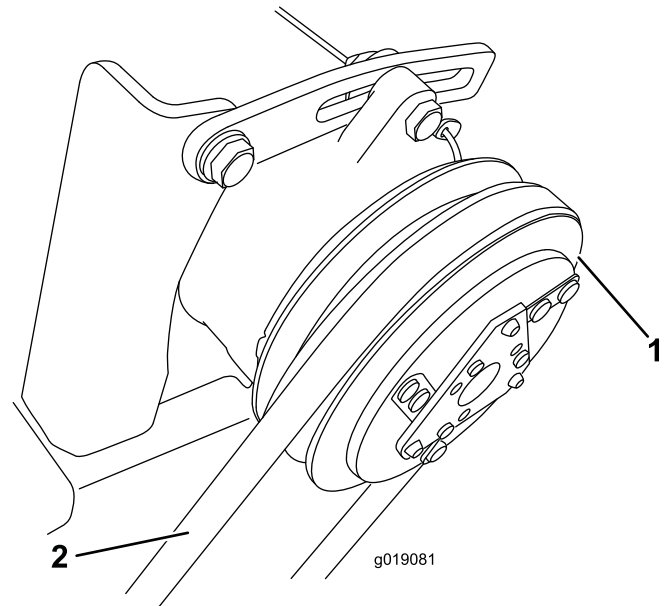

Figura 37
2. Compruebe la tensión de la correa aplicando una fuerza de 40 N en la correa (Figura 37), en el punto medio entre la polea del motor y la polea del compresor.